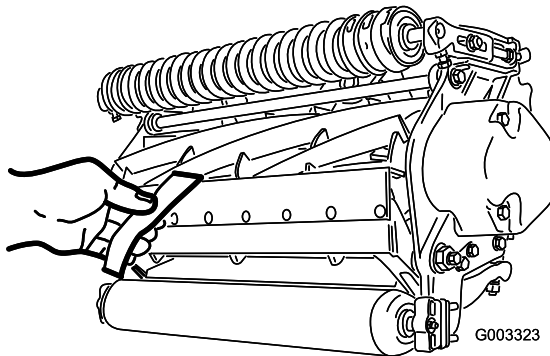

图9
3. 在滚刀的一端，将一条报纸插入滚刀与底刀之间（图9）。在从前面插入报纸并与底刀保持平行时，缓慢地向前旋转滚刀，同时顺时针旋转底刀架调整螺丝（图8）（在滚刀的同端，一次转动一格），直到报纸轻轻压紧。拉动报纸时会注意到有轻微的阻力。
5. 完成调节后，检查从前面插入报纸时，滚刀是否能压紧报纸，以及在与底刀垂直插入时是否会切割报纸（图9）。当底刀与滚刀刀片之间达到最小接触时，可能会切开报纸。如果明显感受到过大的接触/滚刀阻力，则有必要对滚刀组进行倒磨或再研磨，确保精确剪草所需的锋利刀刃（请参阅 Toro 手册，了解滚刀磨刀和旋刀剪草机（手册号 80-300PT））。